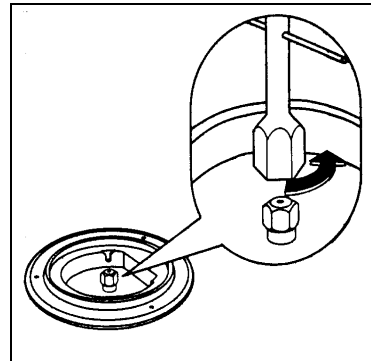

fig. 12
- Se deșurubează ajutorajele (fig.12) cu ajutorul unei chei tubulare de 7 mm și se înlocuiesc cu cele corespunzătoare gazului utilizat și tipului de arzător (conform tabelului de ajutoraje).